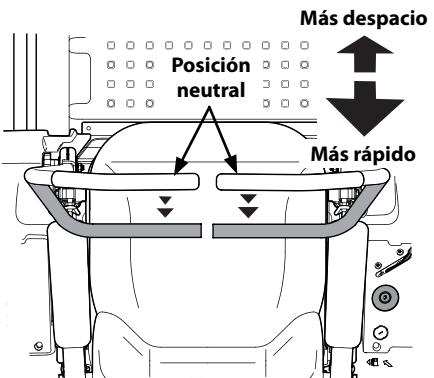

Figura 3-6
- Mueva las dos palancas de control lenta y suavemente hacia atrás. El tractor comenzará a moverse hacia atrás. Consulte Figura 3-6.